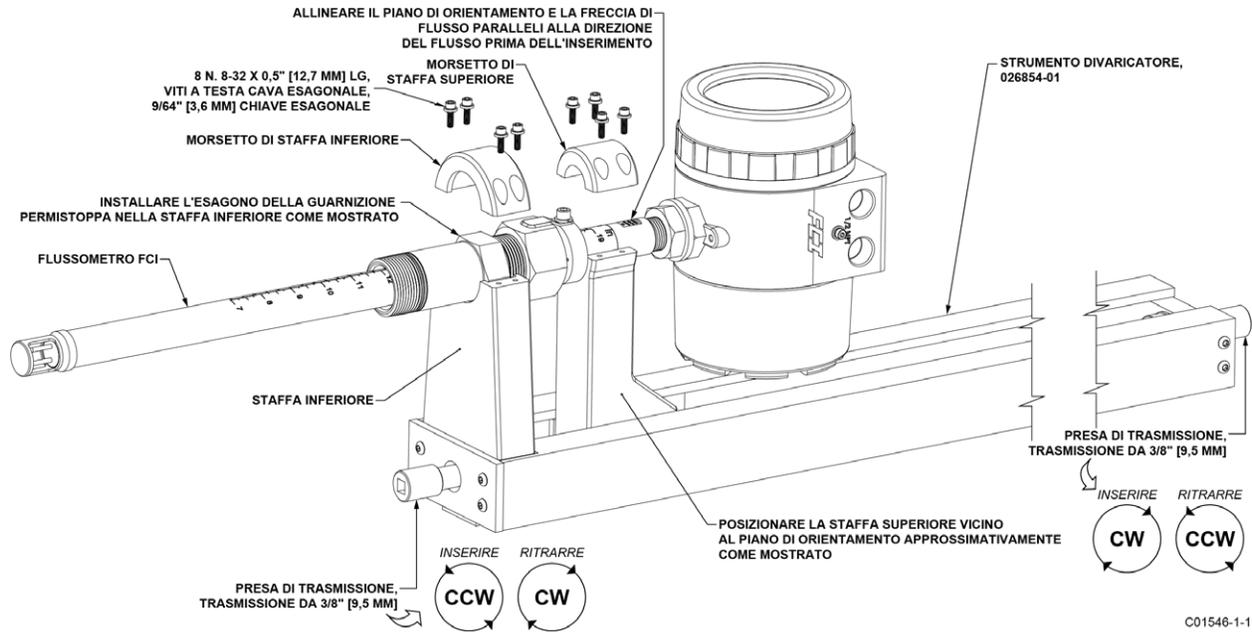

Figura 6 – Installazione dell'elemento di flusso utilizzando lo strumento divaricatore FCI 026854-01
- a. Posizionare l'elemento di flusso nelle staffe superiore e inferiore dello strumento divaricatore FCI come mostrato in Figura 6.
- b. Allineare il piano di orientamento e la freccia del flusso parallelamente alla direzione del flusso. Posizionare la staffa superiore vicino al piano di orientamento come mostrato in Figura 6.
- c. Fissare i morsetti a staffa superiore e inferiore all'elemento di flusso utilizzando gli otto numero 8-32 viti fornite come mostrato in Figura 6. Serrare queste viti a un minimo di 20 in-lbs [2 N-m].
- d. Lo strumento divaricatore ha, su entrambe le estremità, una presa di trasmissione da 3/8" che impegna il divaricatore per spostare l'elemento di flusso dentro o fuori. Una volta che l'elemento di flusso è stato fissato correttamente, aprire la valvola a sfera e inserire l'elemento di flusso utilizzando una chiave inglese o un trapano per ruotare uno dei manicotti di azionamento nella direzione appropriata per l'**inserimento** come mostrato in Figura 6. Rispettare l'**Avvertenza** di seguito se si utilizza un trapano elettrico. Inserire l'elemento di flusso fino al segno della profondità di inserimento e serrare il dado premistoppa di un altro giro da ½ a 1 giro (circa da 65 a 85 ft-lbs [88-115 N-m]) finché il giunto non ha creato una tenuta completa.
- d. Lo strumento divaricatore ha, su entrambe le estremità, una presa di trasmissione da 3/8" che impegna il divaricatore per spostare l'elemento di flusso dentro o fuori. Utilizzare una chiave inglese o un trapano per ruotare una delle prese di trasmissione nella direzione appropriata per la **ritrazione**, come mostrato in Figura 6. Rispettare l'**Avvertenza** di seguito se si utilizza un trapano elettrico. Ritrarre l'elemento di flusso finché la testa del sensore non è stata completamente ritratta nella cavità del premistoppa.